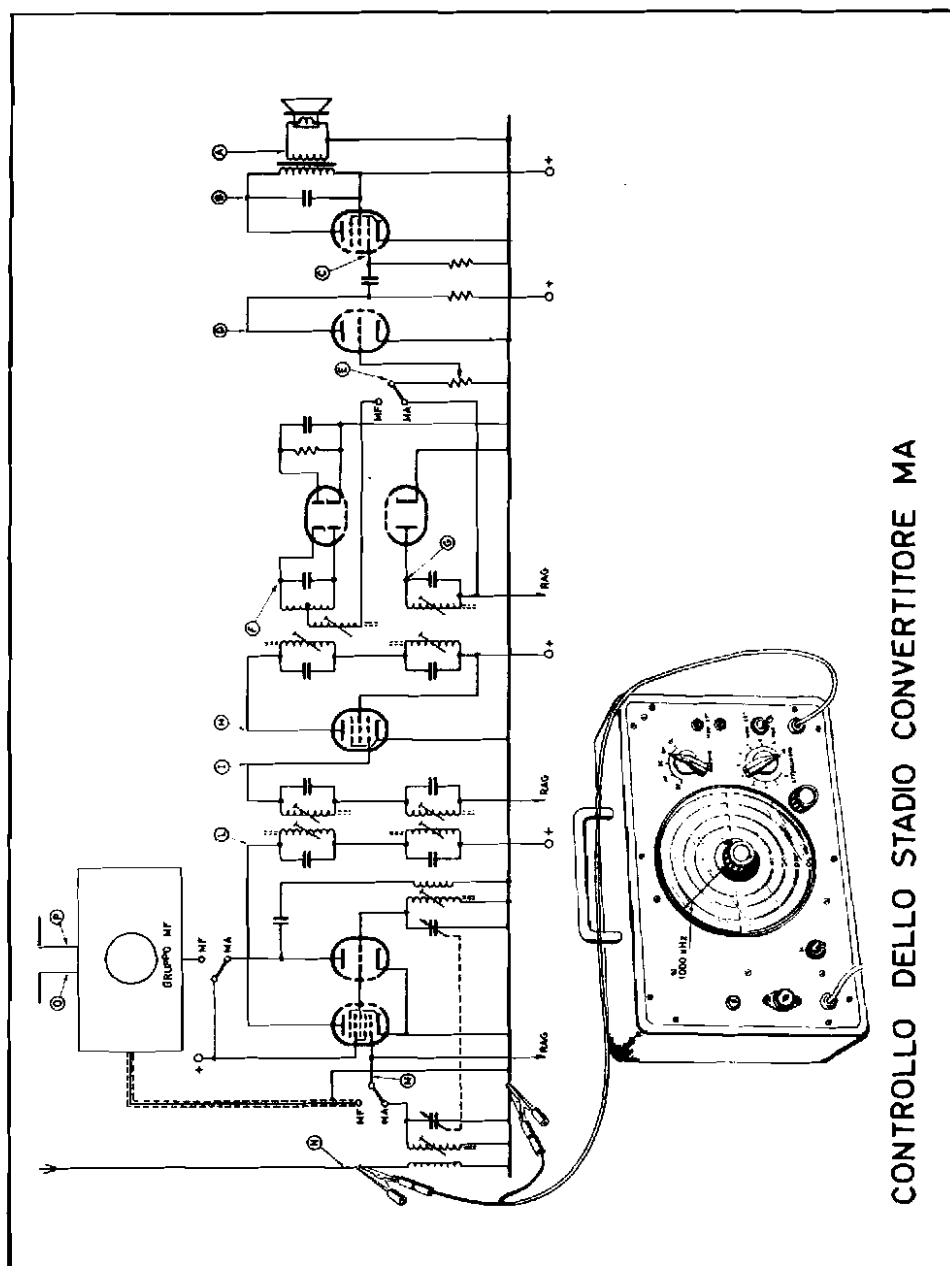

Fig. 6
- Si porta il conduttore interno del cavetto d'uscita a contatto con la presa d'antenna del ricevitore (punto N del circuito della fig. 6); la calza schermante del cavetto deve rimanere collegata al telaio.